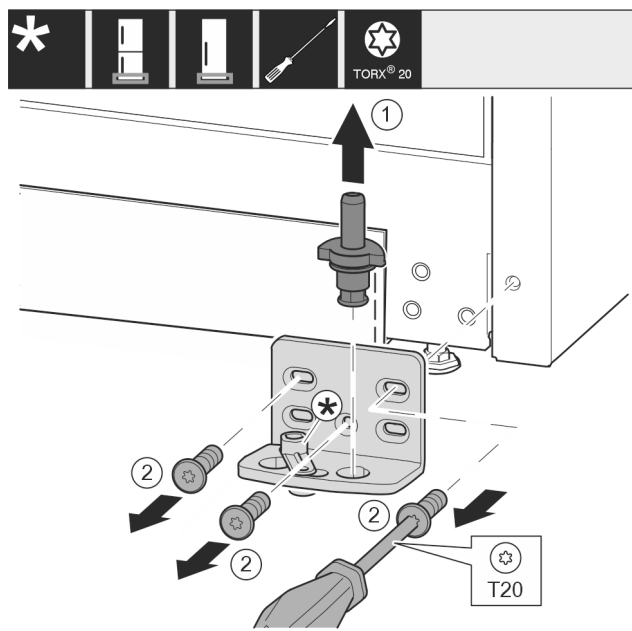

Fig. 15
- Træk lejebolten Fig. 15 (1) helt op.
- Skru skrue Fig. 15 (2) ud med en skruetrækker, og tag hængslet af.